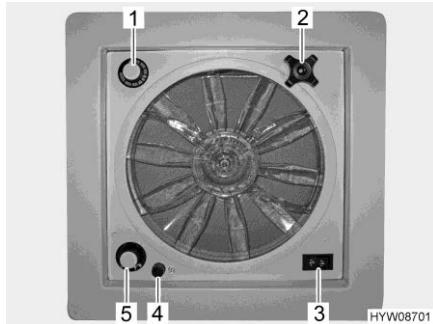

Fig. 78 Oblò con ventilatore
- Un fusibile da 4 A (Fig. 78,4) protegge da sovraccarico il motore del ventilatore. Se si verifica un sovraccarico: Per prima cosa individuare ed eliminare la causa (ad es. il ventilatore è sporco), poi sostituire il fusibile.
Apertura oblò: ■ Ruotare la maniglia girevole (Fig. 78,2), finché non si raggiunge l'angolo di apertura desiderato.
Aerazione/sfiato: ■ Portare l'interruttore a levetta (Fig. 78,3) su "Aerazione" (flusso d'aria dall'esterno verso l'interno) o "Sfiato" (flusso d'aria dall'interno verso l'esterno).
Spegnimento del ventilatore: ■ Portare l'interruttore a levetta (Fig. 78,3) sulla posizione centrale.
Impostazione della velocità del ventilatore: ■ Posizionare l'interruttore girevole (Fig. 78,5) sul grado desiderato:
Impostazione della temperatura: ■ Ruotare il termostato (Fig. 78,1) fino alla battuta in direzione "blu".
Sostituzione del fusibile: ■ Ruotare il cappuccio nero (Fig. 78,4) di un quarto di giro in senso antiorario.